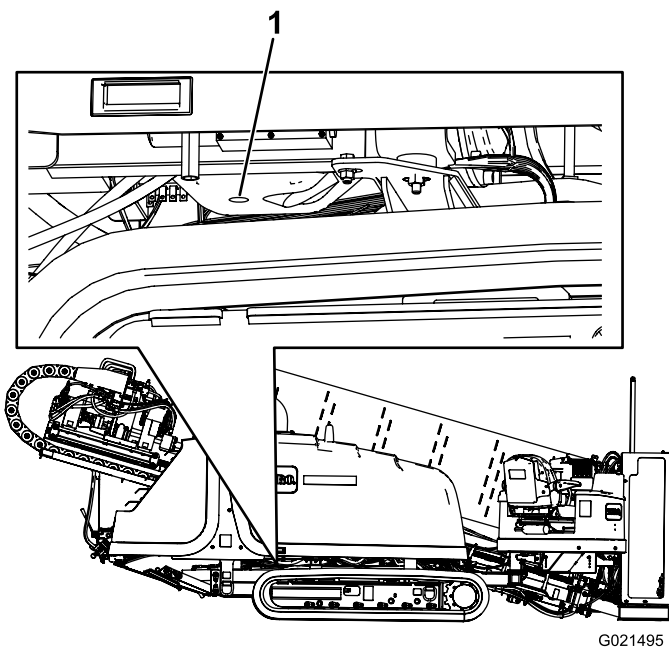

Figura 125
2. Retire el tapón de vaciado (Figura 125).
7. Instale el tapón de vaciado en el orificio de vaciado (Figura 125).